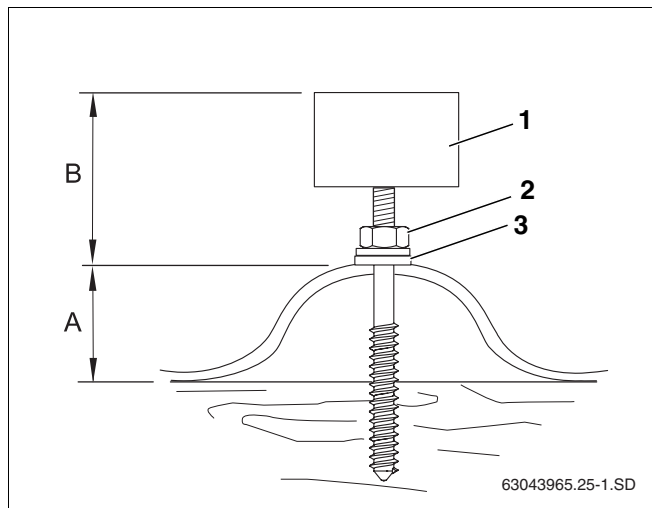

Fig. 24 Vite prigioniera montata sul tetto a lastre ondulate
Durante l'avvitamento delle viti prigioniere assicuratevi che la distanza B (tab. 7 e fig. 24) sia uguale per tutte le viti prigioniere.
- Serrare il dado (fig. 24, **pos. 2**) finché la rondella di tenuta (fig. 24, **pos. 3**) non poggia completamente sul tetto.